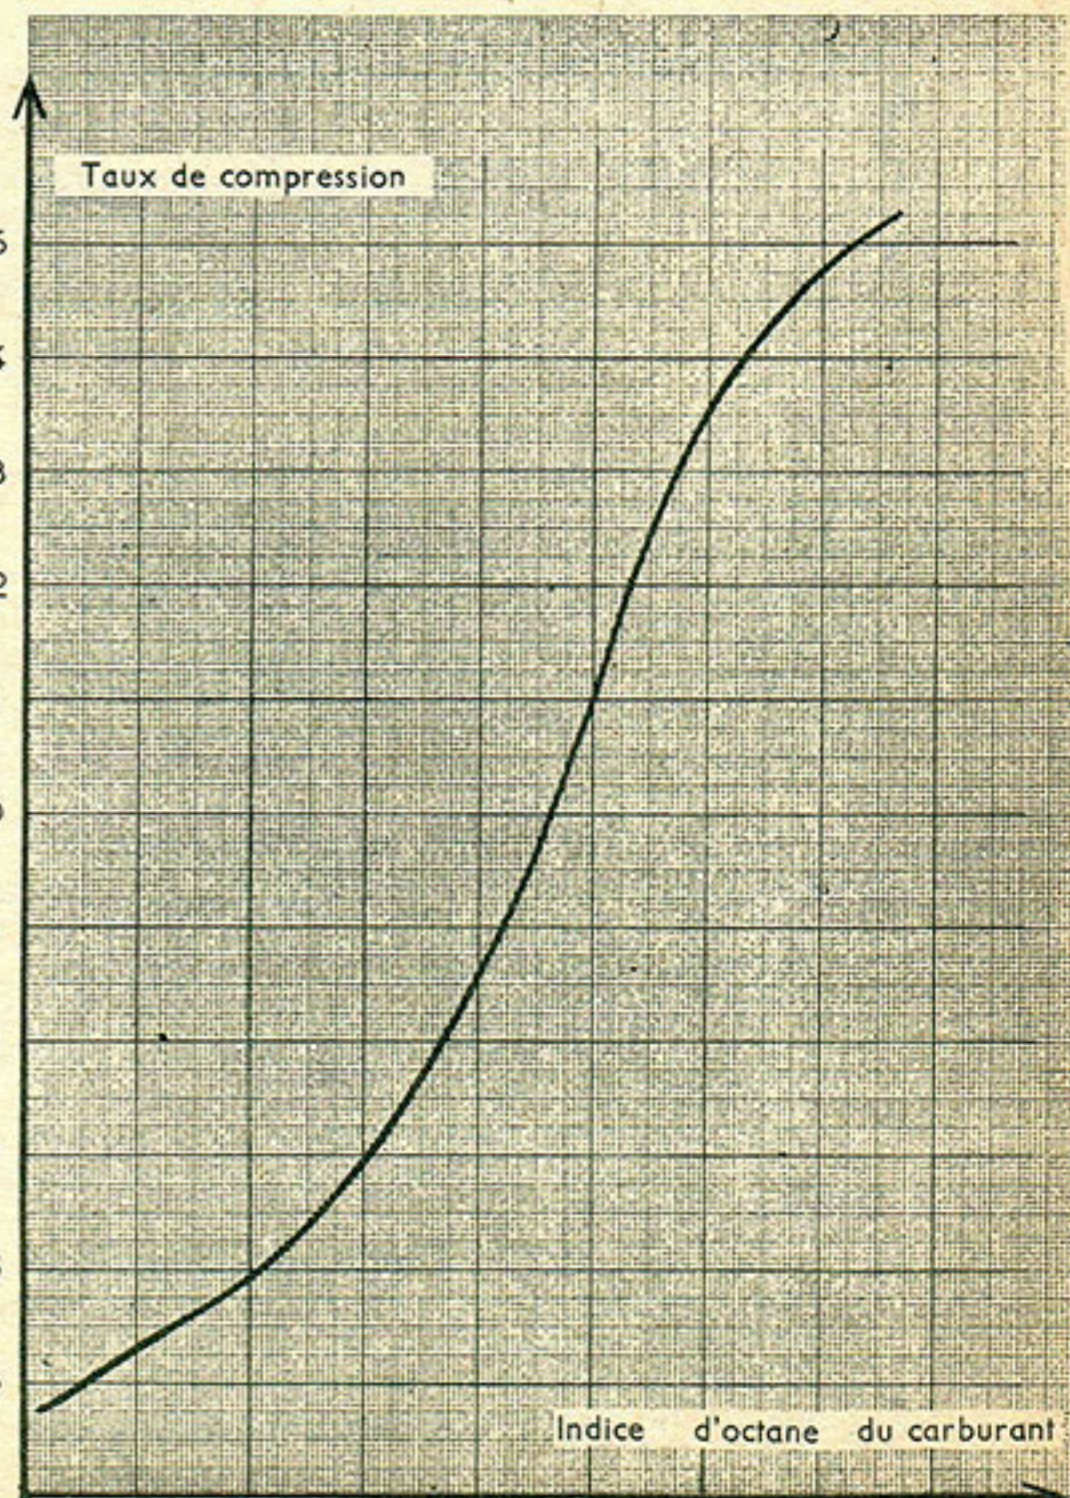

Fig. 9 60 70 80 90 100 110 120 130
*Ci-dessous, fig. 9 : la courbe indique le taux de compression moyen à adopter sur une machine de série suivant l'indice d'octane du carburant employé et inversement.*